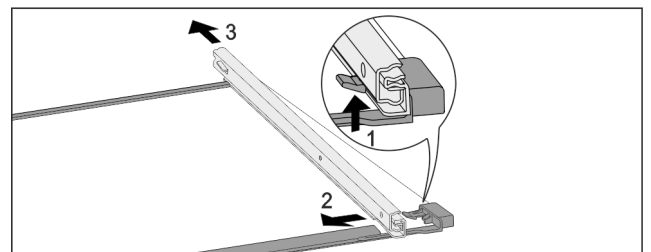

Fig. 179 Üveglap sínekkel
- ▶ Nyomja felfelé az elülső akasztókampót. Fig. 179 (1)
- ▶ Tolja ki oldalra Fig. 179 (2) és hátra Fig. 179 (3) a kihúzó-sínt.